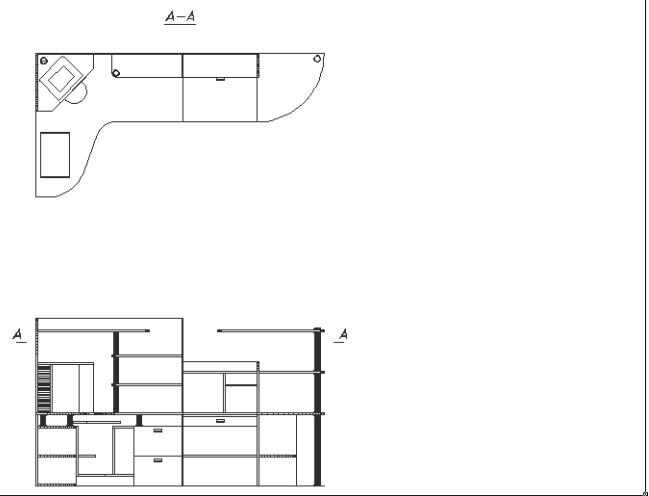

Рис. 10.12 ▶ Разрез А-А обозначен, за исключением стрелок на главном виде
15. Закройте палитру **Свойства** (Properties) и снимите выделение с текстовых объектов. Буквы, обозначающие разрез А–А на штрихах линии сечения, смещаются внутрь главного вида (рис. 10.12), однако мы на это обращать внимание пока что не будем, поскольку окончательную доработку обозначения линии сечения мы выполним в следующей главе.